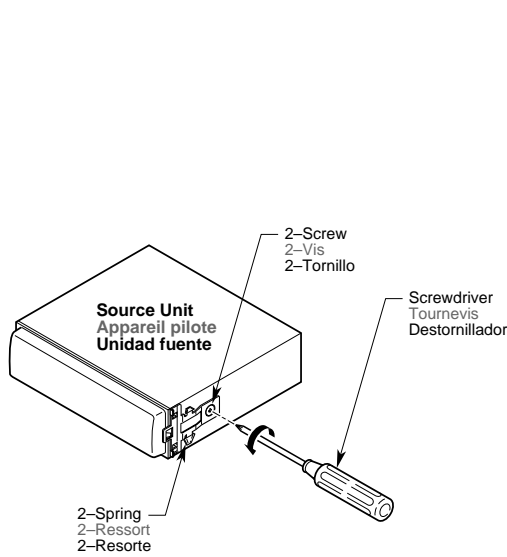

Figure 6 / Figure 6 / Figura 6
1. Remove the springs at both sides of the source unit. (Figure 6)
2. Secure the mounting brackets to the chassis as shown in Figure 6. Holes are pre-tapped for TOYOTA and NISSAN vehicles; modification, such as drilling new holes, of the mounting brackets may be required for other models.
1. Retirer les ressorts de chaque côté de l'appareil pilote. (Figure 6)
2. Fixer le support de montage sur le châssis comme montré sur la Figure 6. Les trous sont pré-découpés pour les véhicules TOYOTA et NISSAN; des modifications du support de montage, comme le perçage de nouveaux trous, peuvent être nécessaires pour les autres modèles.